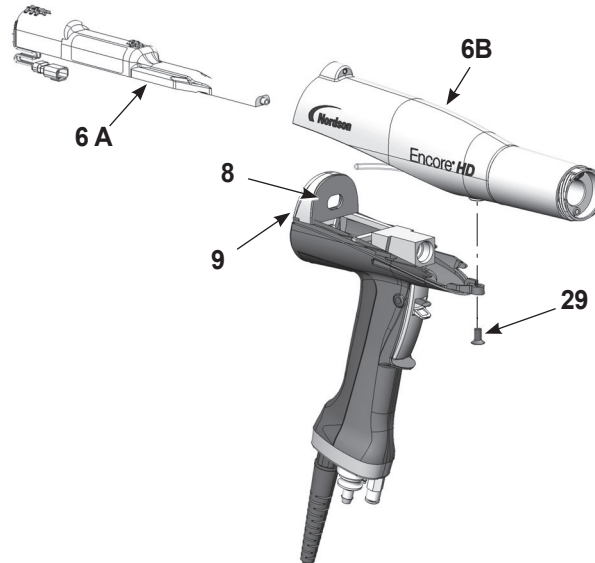

Abbildung 13 Netzteil aus dem Applikatorgehäuse entfernen
1. Siehe Abbildung 13. Das Netzteil (6A) aus dem Applikatorgehäuse (6B) herauschieben.
2. Die Dichtung (8) auf der Rückseite der Trennwand (9) überprüfen. Bei Beschädigung ersetzen. Die Dichtung ist mit Haftklebstoff am Schott befestigt.